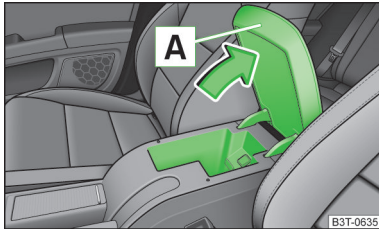

Abb. 88
» Abb. 88.
- Den Deckel bis zum Anschlag öffnen, erst dann kann dieser nach unten entgegen der Pfeilrichtung geklappt werden » Abb. 88.